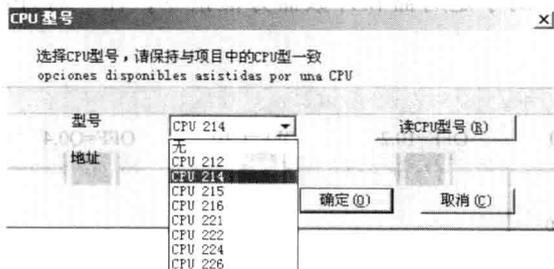

图 1.13 仿真软件中 PLC 的 CPU 型号的选择
(3) 选择 PLC 的 CPU 型号。执行仿真软件中的菜单命令“配置”→“CPU 型号”，在“CPU 型号”对话框中的下拉式列表框中选择 CPU 的型号，如图 1.13 所示。